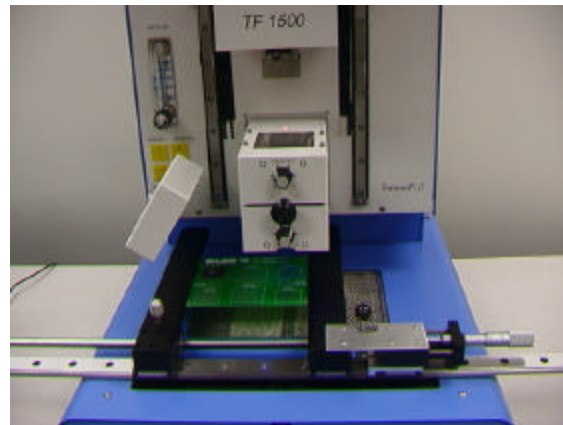

Figure 16
- vii. Sortez la caméra. (Figure 16)